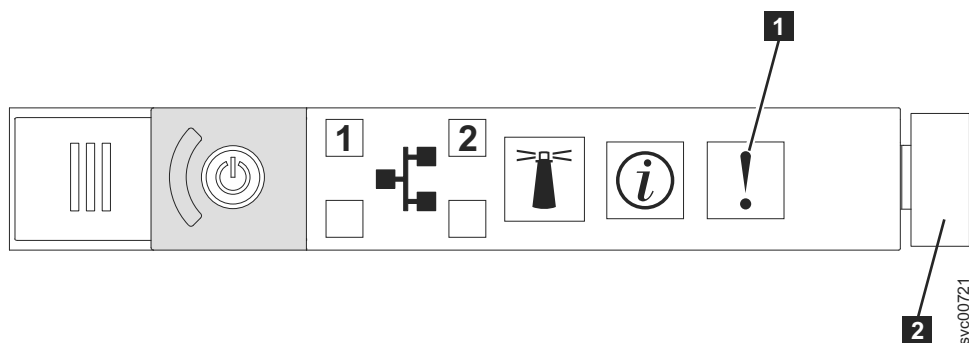

図 89. SAN ボリューム・コントローラー 2145-CG8 または 2145-CF8 オペレーター情報パネル
1. SAN ボリューム・コントローラー 2145-CG8 オペレーター情報パネル 上のエラー LED (図 89 を参照) が点灯または明滅していますか?